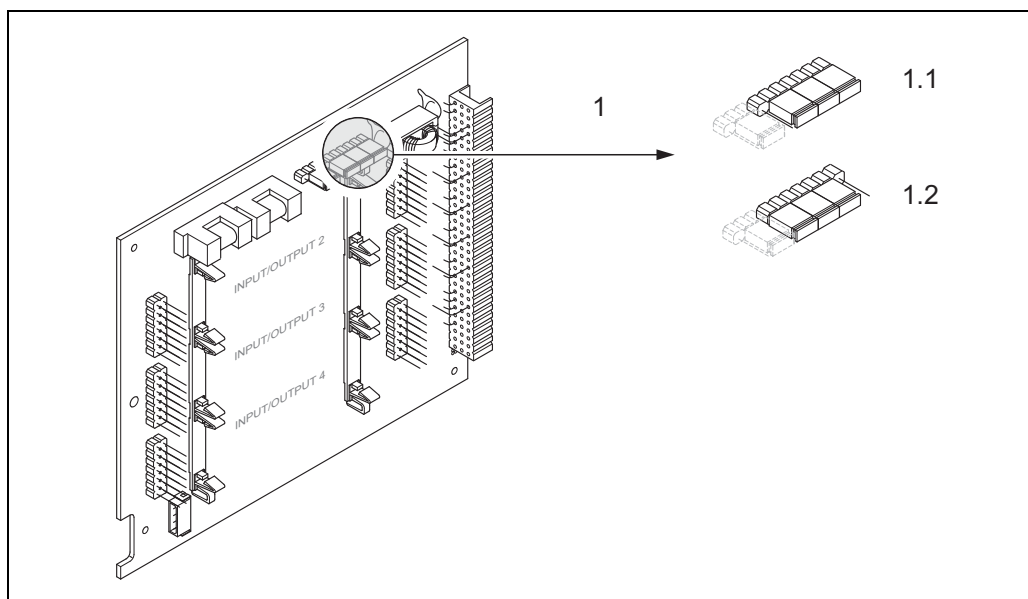

Fig. 34: Configurer les sorties courant à l'aide de ponts (platine E/S)
3. Positionner les ponts → fig. 34